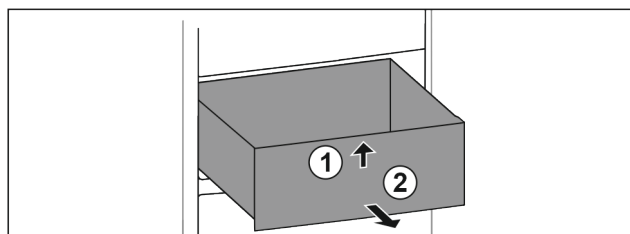

Fig. 95
- ▶ Nadzvedněte zásuvku vpředu. Fig. 95 (1)
- ▶ Vyměňte zásuvku dopředu. Fig. 95 (2)